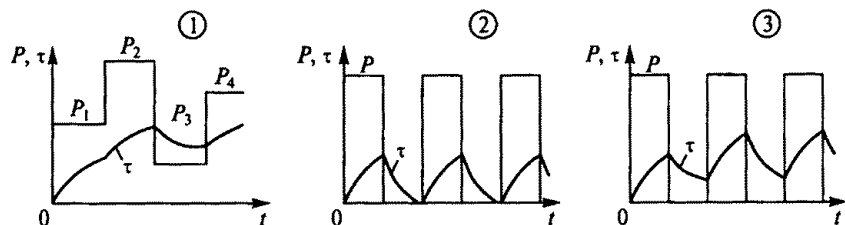

Рис. 257
11.14. Какой из трех графиков на рис. 257 соответствует повторно-кратковременному режиму работы двигателя?